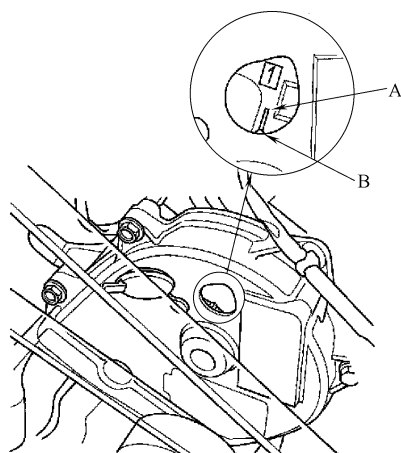

图 23-96 上止点标记 A 与指针 B 对齐
- 2) 检查凸轮轴带轮上的 1 缸上止点标记 A 是否与正时带前罩上的指针 B 对齐 (图 23-96)。